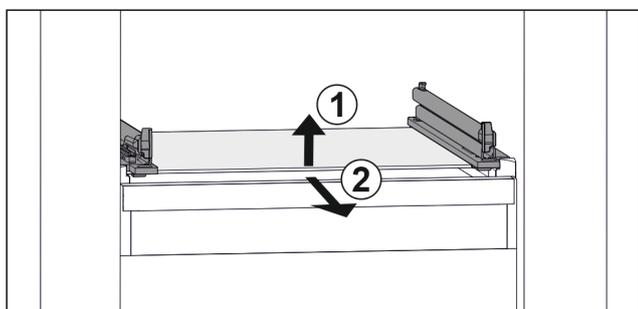

Fig. 81 Rappresentazione esemplificativa del ripiano in vetro
- ▶ Sollevare il ripiano in vetro dal davanti. Fig. 81 (1)
- ▶ Rimuovere il ripiano in vetro tirando in avanti. Fig. 81 (2)